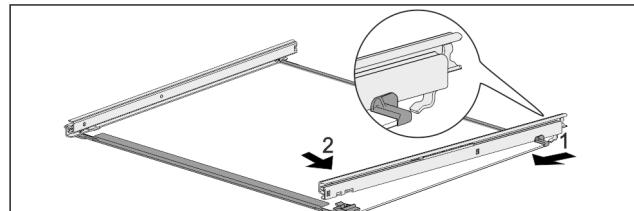

Fig. 70 Стеклянная пластина с направляющими
- Зацепите направляющую сзади. Fig. 70 (1)
- Зашелкните направляющую спереди. Fig. 70 (2)